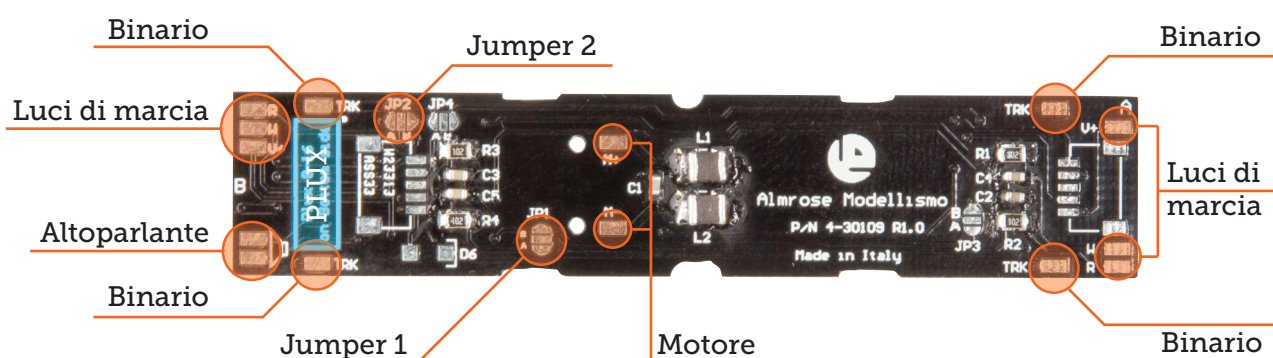

figura 3
7. Connettere con dei fili di piccolo diametro il circuito delle luci di marcia al PCB principali seguendo lo schema indicato nella figura 3.